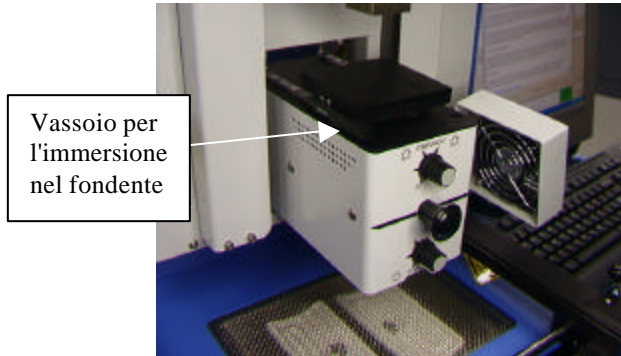

Figura 17b
- xii. Se è stata selezionata l'opzione Flux Dip (Immersione nel fondente), collocare il bagno del fondente sopra l'alloggiamento della telecamera (Figura 17b), fare clic su Dip (Immersione) e rimuovere infine il bagno del fondente.